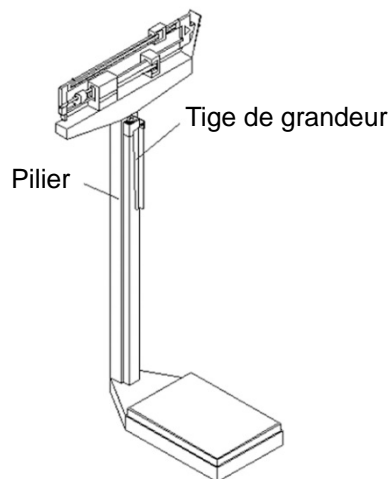

Figure 4.3
3. Retirer la clé des deux vis à tête hexagonale (figure 4.3).